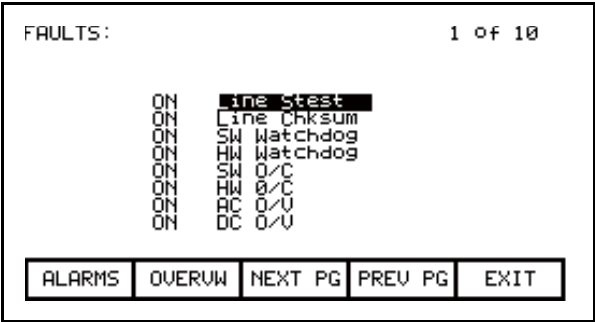

图 3.56 – AC O/V 屏蔽“开”
对故障屏蔽的更改只有在按 [F10] 键退出该屏幕后才会生效，例如，退出“故障概述” (FAULTS OVERVIEW) 将更改变频器中的屏蔽，这一点与退出“故障设置” (FAULTS SETUP) 屏幕一样。在我们的示例中，退出“故障概述” (FAULTS OVERVIEW) 屏幕并返回到“故障设置” (FAULTS SETUP) 屏幕会立刻将“AC O/V”屏蔽显示为“开” (ON)(图 3.56)。